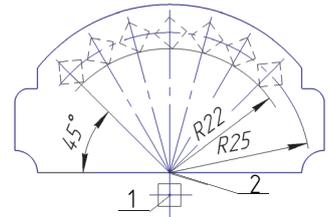

Рис. 2.4-1
1. Указать для копирования квадрат с центром в точке 1 (рис. 2.4-1.)